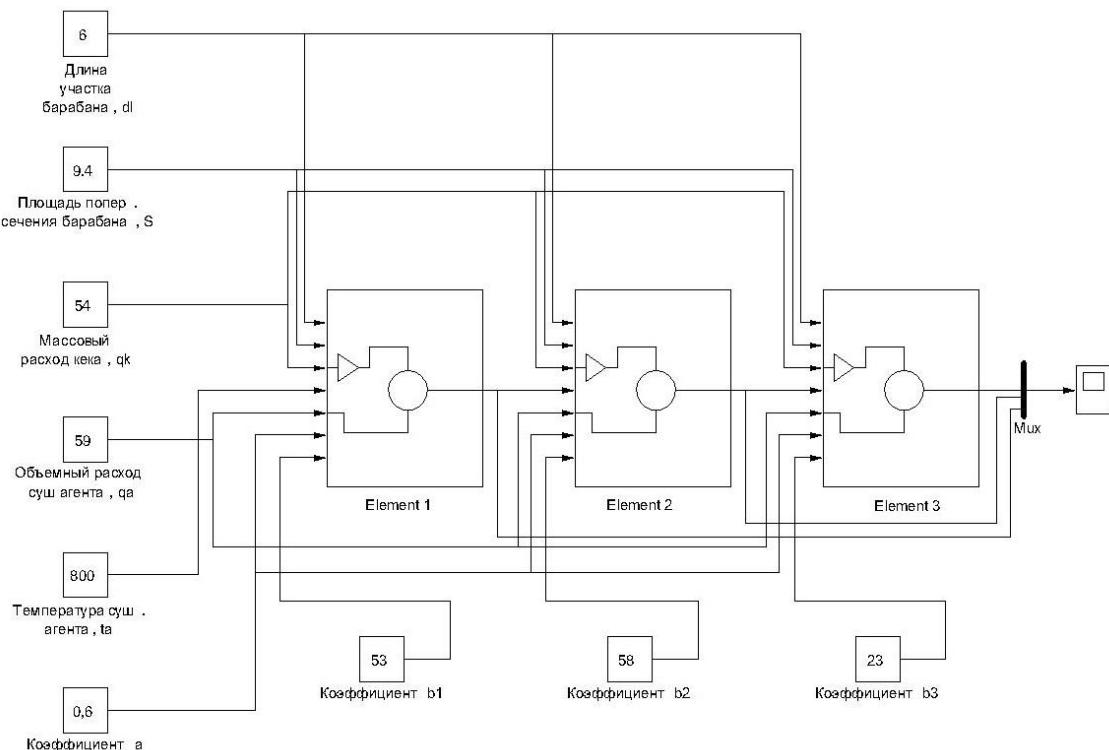
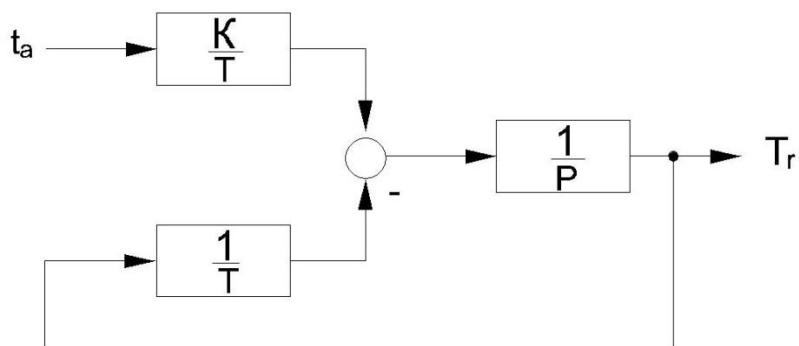

Рис. 3.3. Распределенная модель сушильного барабана, созданная в системе визуального моделирования SIMULINK
Рис. 3.4. Структурная модель инерционного звена 1-го порядка
На основе указанного подхода в системе моделирования Simulink строится распределённая имитационная модель, представляющая собой блочную конструкцию, в которой последовательно связанные программные модули Element 1, Element 2, Element 3 имитируют соответствующие участки барабана. Пример распределенной модели сушильного барабана приводится на рис. 3.3.
7. Для реализации верхнего уровня модели сушильного барабана (см. рис. 3.3) необходимо открыть раздел Ports & Subsystems библиотеки блоков SIMULINK и перетащить из него, удерживая левую клавишу мыши, в нашу модель SUSHKA блок Subsystem (Подсистема). Переименуйте блок Subsystem в Element1. Кроме названного блока, для реализации верхнего уровня модели потребуются блоки: Constant (Постоянная величина) из раздела Sources (Источники), Mux (Объединитель сигналов) из раздела (Блоки коммутации сигналов) и Scope Signal Routing (Автоматический осциллограф) из раздела Sinks (Получатели). Поместите их на поле модели SUSHKA3 рядом с блоком Element 1.
9. Реализовать полностью нижний уровень модели – построить внутреннюю модель элементарного участка барабана Element1 на основе передаточной функции (3.1) и выражений (3.2), (3.3). Важно, что параметры передаточной функции (3.1) – коэффициент передачи К и постоянная времени Т не являются постоянными величинами, а зависят от технологических показателей процесса сушки. В ходе экспериментирования на модели оператор меняет технологические показатели, что требует каждый раз автоматического пересчёта параметров К и Т. Алгоритм автоматического пересчёта параметров К и Т передаточной функции (3.1) по выражениям (3.2) и (3.3) реализуется с помощью математических блоков встроенной библиотеки Simulink во внутреннем рабочем поле блока Element1. Источниками величин для расчета К и являются входные порты блока Element1. Технологические параметры задаются вне блока Element1, информация передаётся внутрь блока через входные порты так как это показано на рис. 3.3. После создания математической модели расчёта параметров К и Т необходимо. В рабочем поле блока Element1 сформировать модель инерционного звена первого порядка с передаточной функцией (3.1) на базе структурной схемы, изображенной на рис. 3.4.
10. Проверить на адекватность модель элементарного участка сушильного барабана Element1, для чего необходимо закрыть внутреннее рабочее поле блока Element1 и выйти в рабочее поле внешней модели SUSHKA3. На блоке Element1 мы видим появившиеся хвостики входов и выходов (рис. 3.3), необходимо подключить к соответствующим входом Element1 блоки Constant, и задать величины технологических параметров численно, полезно подписать каждый блок Constant, к
11. Построить схему модели верхнего уровня - полной модели сушильного барабана. (см. рис. 3.3). Для чего создать две копии блока Element 1. Связать последовательно блоки Element 1, Element 2, Element 3 по температуре отходящих газов (выходной параметр каждого предыдущего блока является входным параметром t_a для последующего). Выходные сигналы всех блоков Element объединить через блок Мих и вывести на осциллограф Scope.